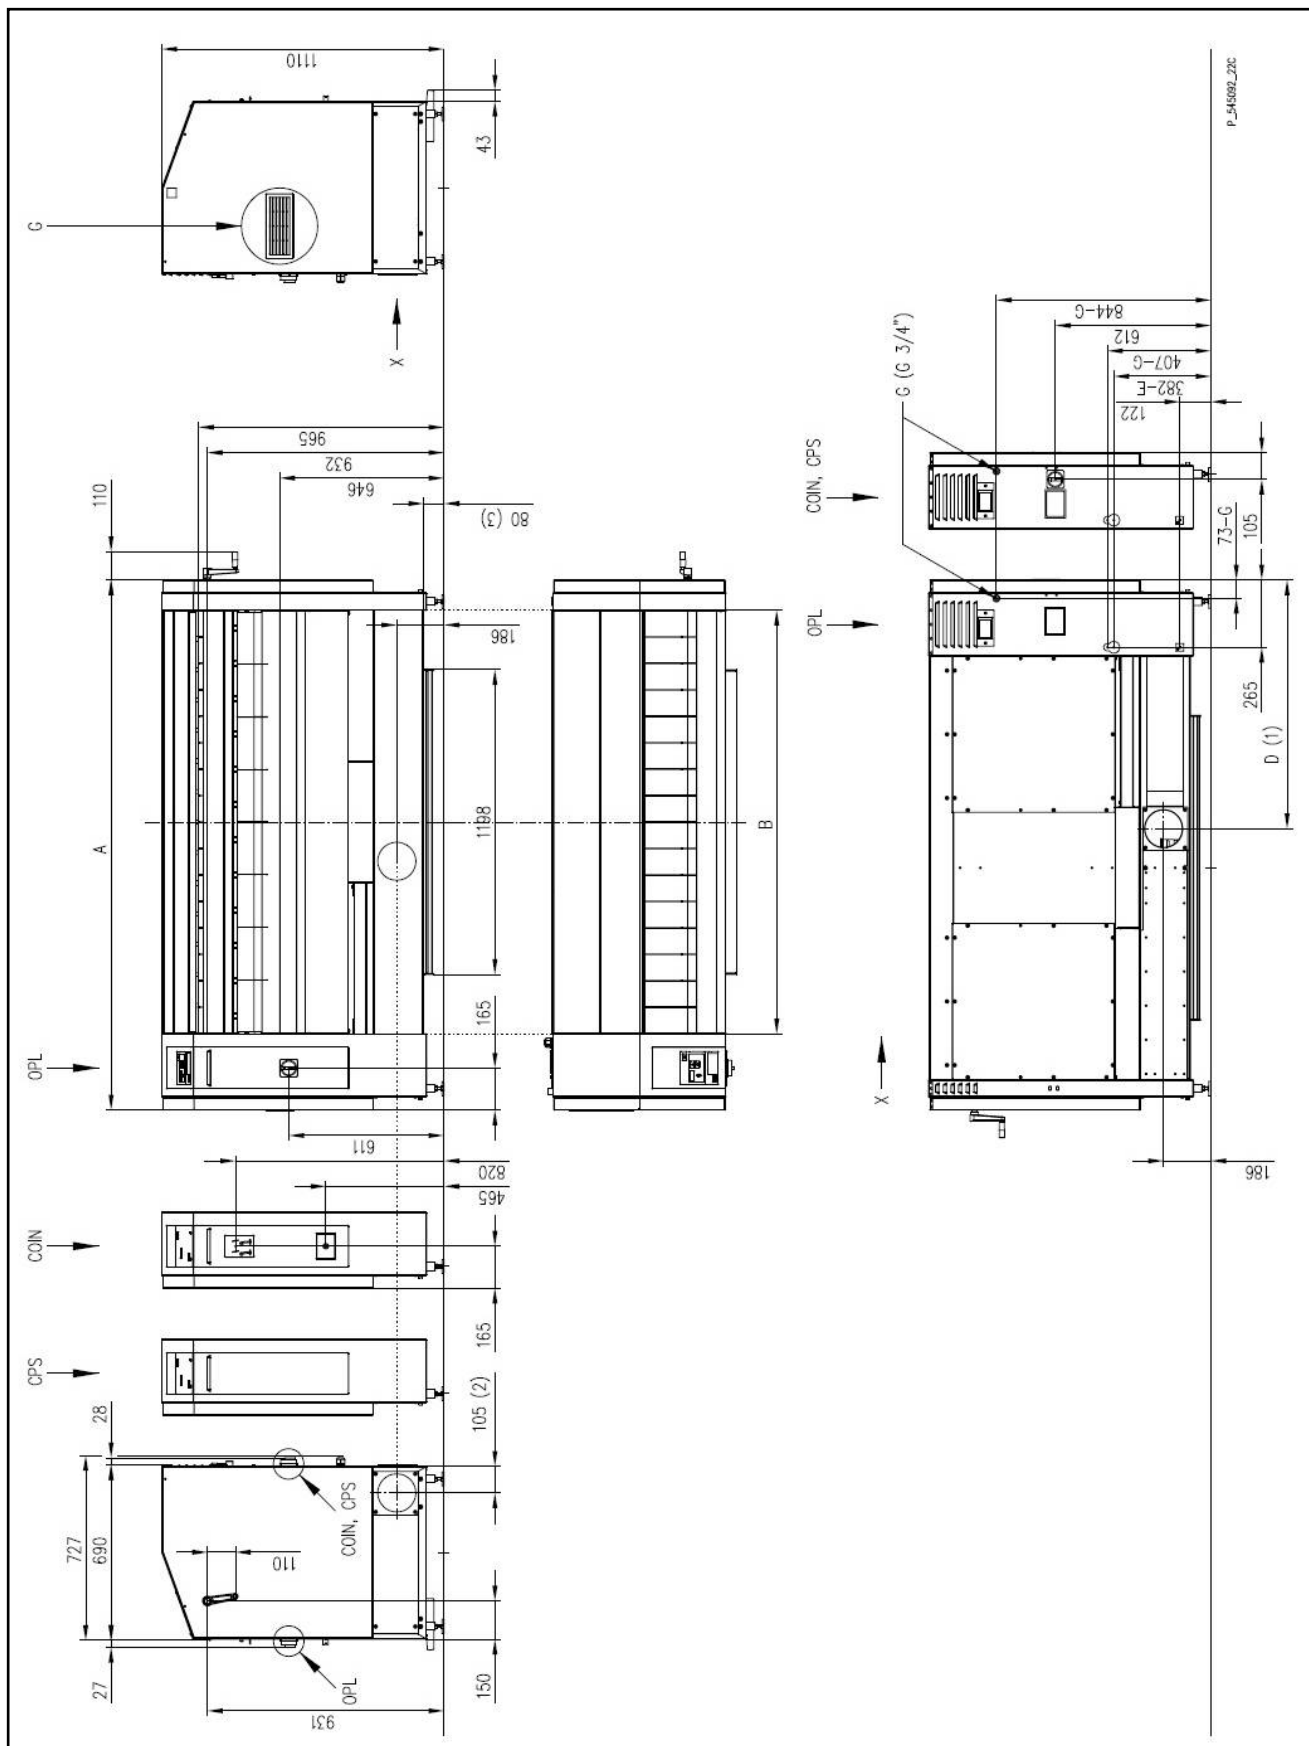

figura 4.1.
- La boca de conexión del gas está en la pared trasera del bastidor izquierdo, véase figura 4.1., tabla 4.2.
- Figura 4.1. – dimensiones exteriores de la máquina: